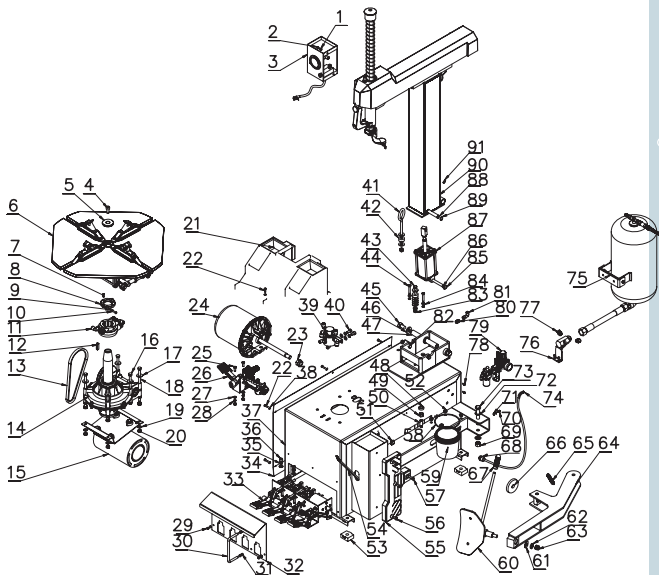

Рисунок 10 – Схема шинмонтажного стенда
- нажмите педаль накачивания (26, рис.10) на среднюю позицию. Должен податься воздух из головки накачивания.